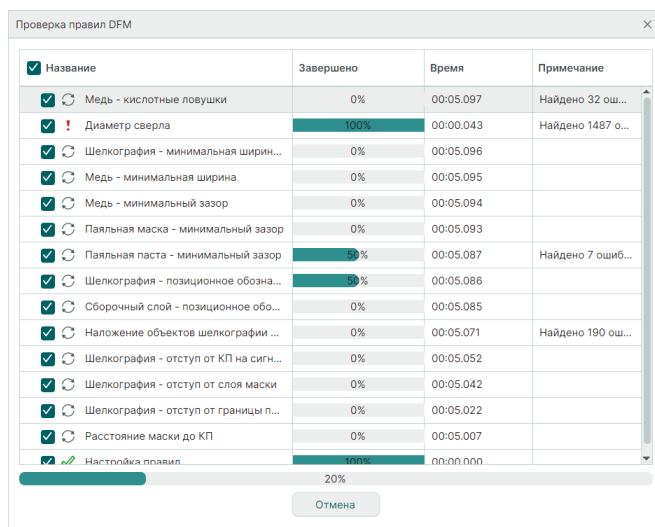

Рис. 508 Отображение процесса DFM-проверки платы
2. В открывшемся окне будет отображен процесс выполнения DFM-проверки платы, см. Рис. 508.